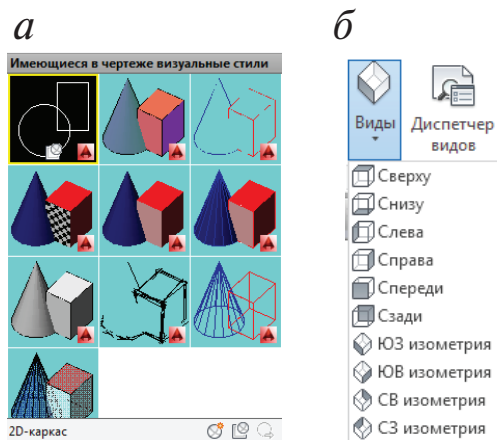

Рис. 158. Лента. Вкладка Главная. Панель инструментов Вид:
В рабочем пространстве 3D-моделирование вкладка Главная Ленты содержит панель инструментов Вид с раскрывающимися списками визуальных стилей (рис. 158, а) и стандартных видов 3D моделей (рис. 158, б).
- ◆ выбором необходимого вида из списка панели Вид, представленного на рис. 158, б;